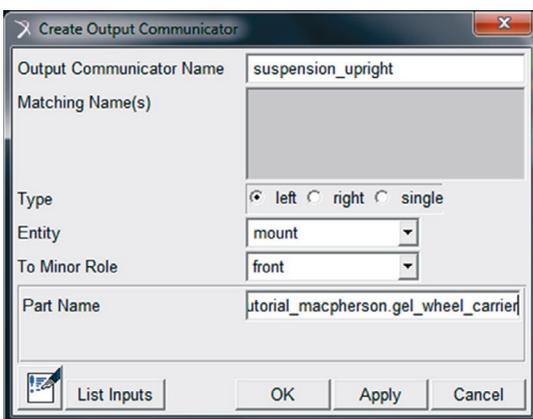

Figura 4.81 – Criação do *Communicator* “*suspension_upright*”.
- Para criação do *communicator* “*suspension_upright*”, preencha os campos da janela *Create Output Communicator*, conforme mostrado na Figura 4.81.